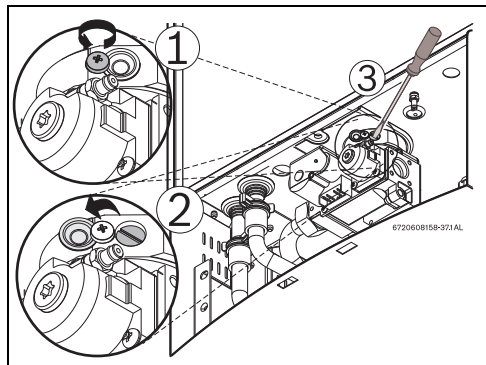

Fig. 48 Ajuste de CO₂ en modo P1
- ▶ Aflojar el tornillo Philips con pintura amarilla de precintado (Fig.48, pos.1) y mover la tapa de protección (Fig.48, pos. 2), de manera a que se haga visible el tornillo de afinación.
- Colocar la tapa de protección en la posición inicial y apretar el tornillo Philips, Fig.48.